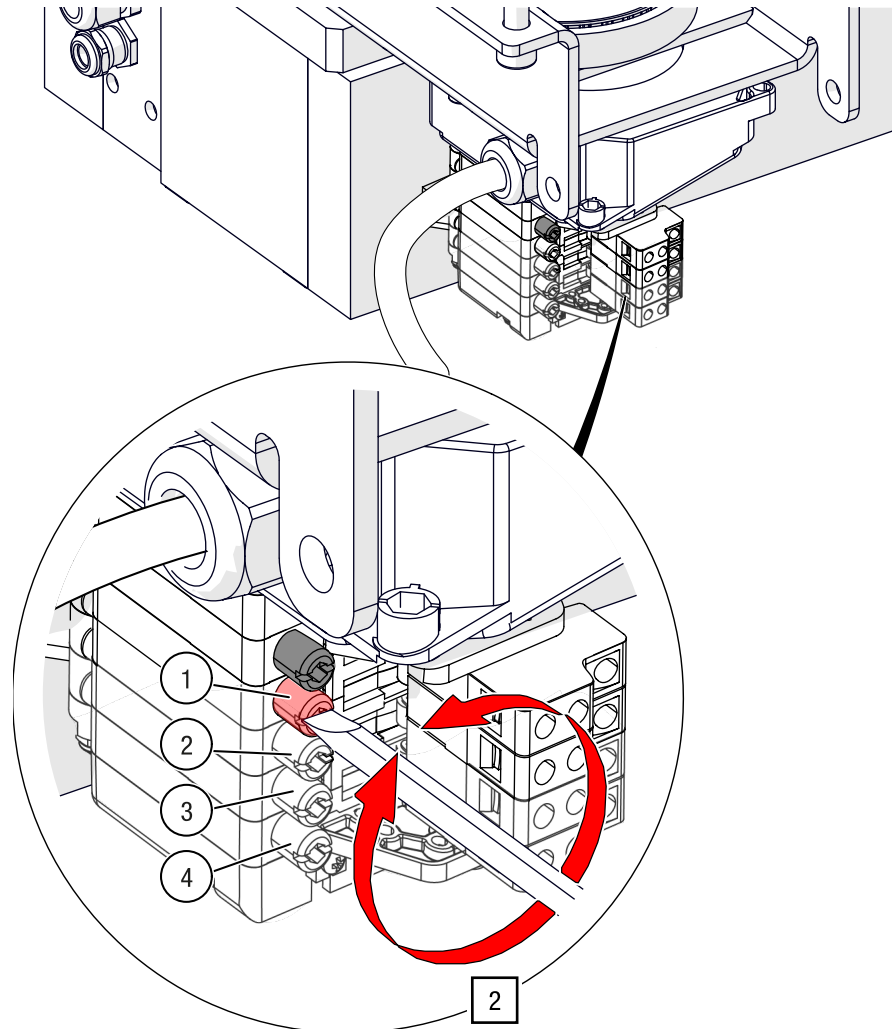

Abb. 97: Not-Endschalter einstellen – Einstellräder verstellen
2. Verschieben Sie die entsprechenden Endschalterpositionen, indem Sie die Stellschraube mit einem Schlitzschraubenzieher / ISK SW 4 im Uhrzeigersinn (öffnen) und gegen den Uhrzeigersinn (schließen) drehen (siehe Abb. 97).